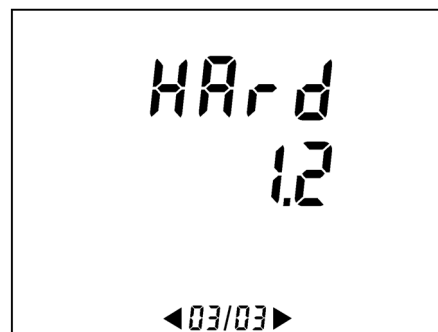

Figura 67: Numero di versione dell'hardware (pagina 3/3).
- La versione hardware dell'apparecchio (**H_Ar_d** = *Hardware version*) (Figura 67).